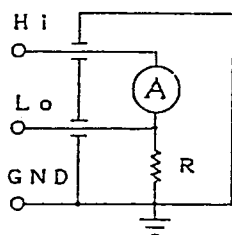

図2
- (1) 本器は、等価的に図2で表わされます。Hi端子は、「INPUT」コネクタの中心導体、Lo端子は「INPUT」コネクタの外部導体、GND端子は、測定用接地端子「 $\perp$ 」です。